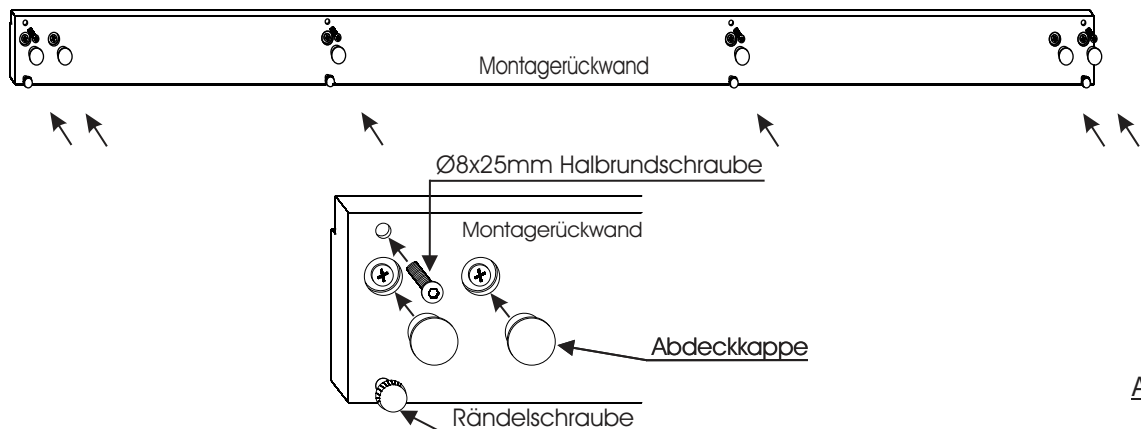

Abb. 4
7. Verschließen Sie die Montagelöcher der Rückwand mit den Abdeckkappen und drehen in die oberen Bohrungen die M8x25mm Halbrundschaftschrauben ein. Die Schrauben dürfen nicht in den Falzbereich hineinreichen. (Abb. 4)